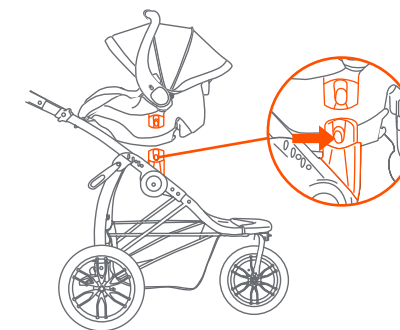

Fig. 23
23) • Para sacar el asiento o el asiento infantil, apretón las dos palancas de liberación y jale el asiento o el asiento infantil hacia arriba (Fig. 23).